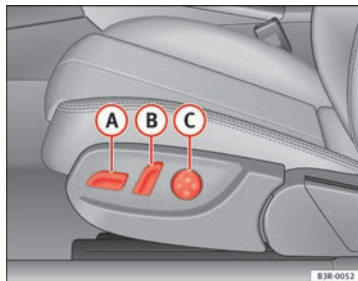
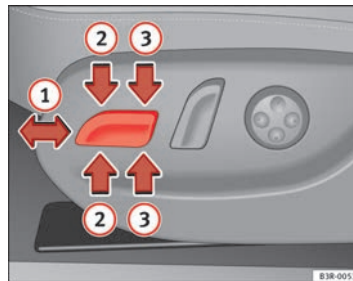

Abb. 105 Vordersitz: Bedienelemente zum Einstellen
Abb. 106 Vordersitz: Schalter für Sitzverstellung
- Bewegen Sie den Schalter **A** ⇒ Abb. 105 nach vorn oder nach hinten **1** ⇒ Abb. 106 ⇒ **△**.